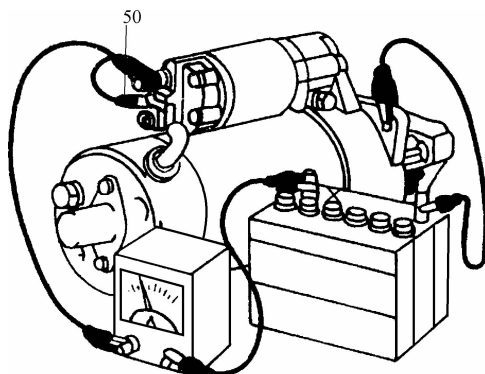

图 4-10 接通“50”端子进行测试
2) 如图4-10所示, 用带夹电缆将“30”端子与“50”端子连接起来, 此时驱动齿轮应向外伸出, 起动机应平稳运转。当蓄电池电压大于或等于11.5V时, 消耗电流应不超过50A,